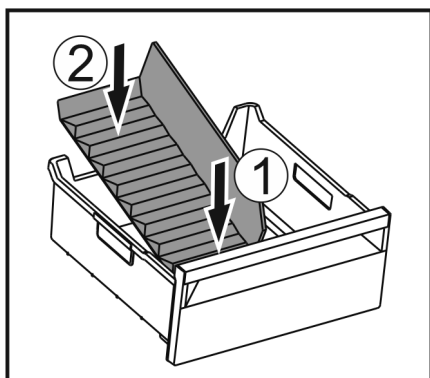

Fig. 250
- Installer la partie avant du séparateur de congélateur. Fig. 250 (1)
- Abaisser la partie arrière du séparateur de congélateur jusqu'au fond du tiroir. Fig. 250 (2)